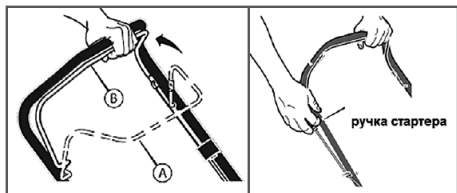

Рис. 7 Запуск двигателя
2. Встаньте позади газонокосилки и нажмите на рычаг остановки двигателя (Рис.7 положение В) левой рукой, правой рукой возьмите ручку стартера (Рис.7).
Для остановки двигателя отпустите рычаг остановки двигателя (Рис.7 положение А).